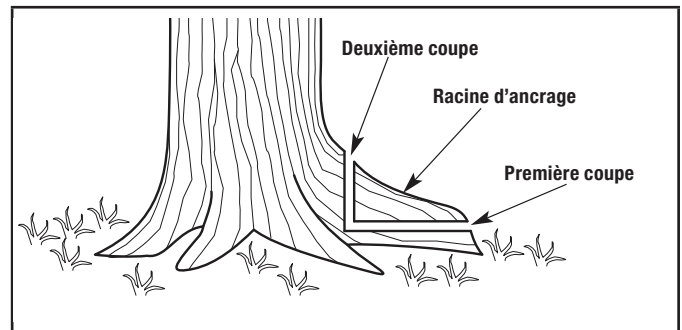

Figure 10
1. Faites des entailles horizontales dans la racine d'ancrage (Fig. 10). Pour empêcher la barre de guidage d'être pincée par le poids du fouet, effectuez toujours cette coupe d'abord.
2. Faites une entaille verticale dans la racine d'ancrage (Fig. 10).